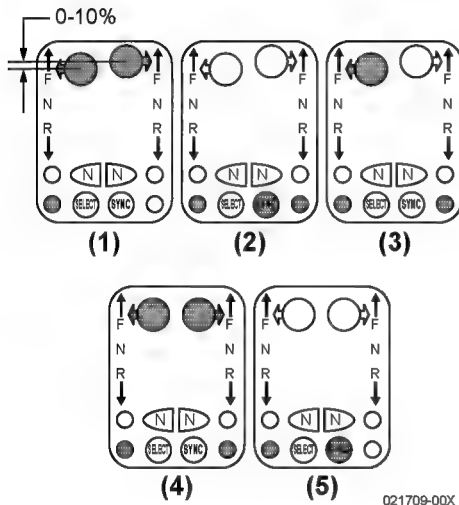

Figure 19
2. Faites correspondre toutes les configurations de changement de vitesse et d'accélérateur du moteur en déplaçant le port actif et les leviers de commande de réglage du tableau de bord à 5 % l'un de l'autre (**Figure 19, (1)**) et appuyez sur le bouton SYNC (**Figure 19, (2)**) sur la commande de réglage. La lampe de synchronisation clignote si les manettes ne sont pas à 5% l'une de l'autre (**Figure 19, (3)**). La lampe de synchronisation arrêtera de clignoter et restera continuellement allumée (**Figure 19, (4)**) lorsque les leviers sont déplacés à la portée de 5%.